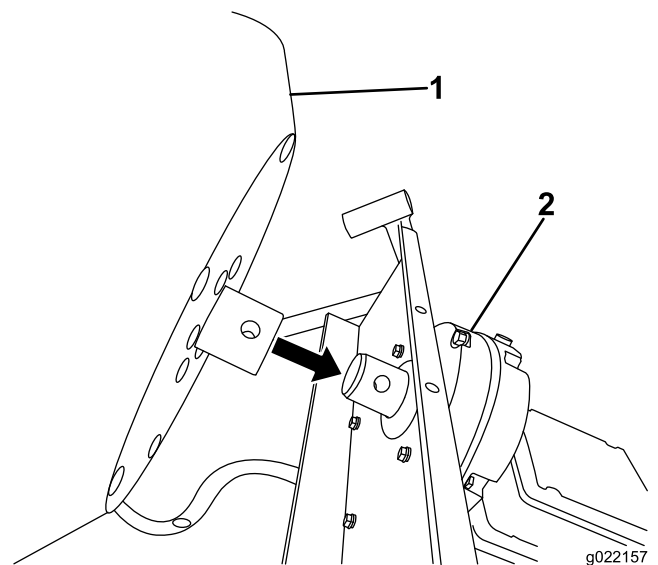

Figure 6
1. Mettez la cuve en place; voir Figure 6.